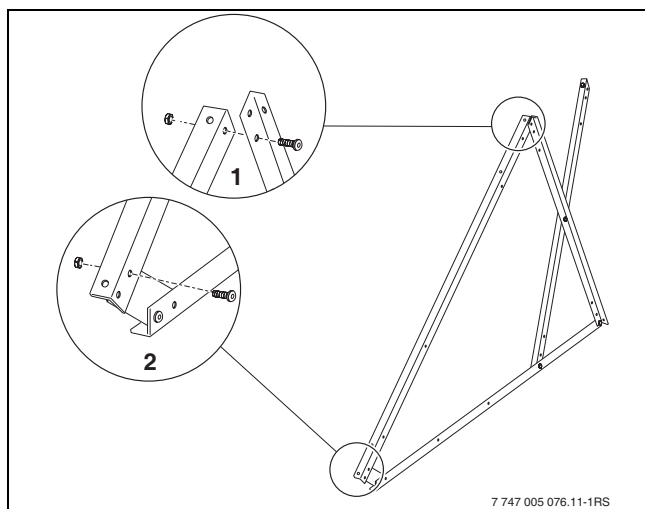

Bild 18 Trägerschiene-Kollektor montieren
- Trägerschienen-Kollektor oben an der Trägerschiene-Speicher (Bild 18, [1]) und unten an der Abstützung [2] verschrauben.